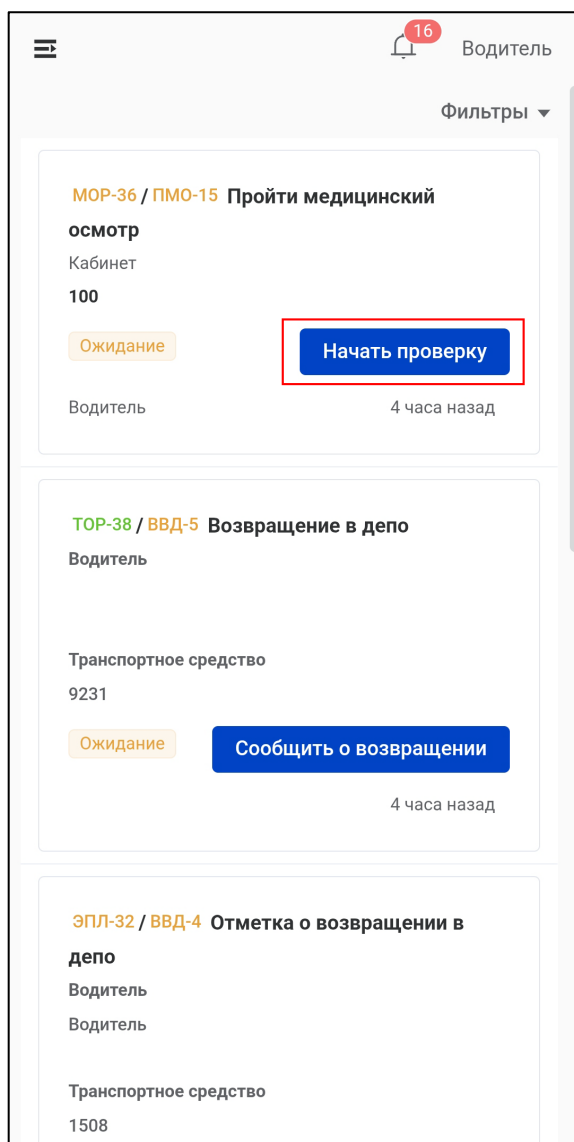

Рисунок 22 – Список задач водителя
2) Нажать для задачи кнопку «Начать проверку» в списке задач (Рисунок 22) или в открытой задаче (Рисунок 23).